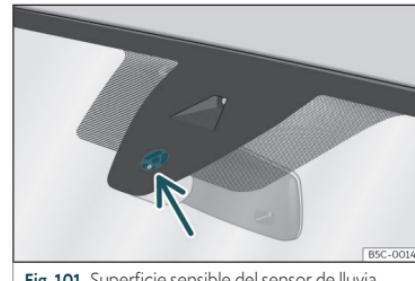

Fig. 101 Superficie sensible del sensor de lluvia.
Las posibles causas de anomalías e interpretaciones erróneas en la zona de la superficie sensible  **fig. 101** del sensor de lluvia son, entre otras:
- Limpie regularmente la superficie sensible del sensor de lluvia  **fig. 101** (flecha) y compruebe posibles daños en las escobillas.